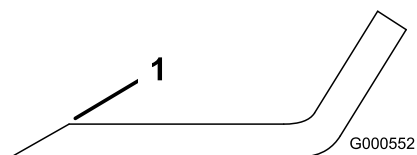

Figura 66
1. Utilize uma lima para afiar aresta de corte em ambas as extremidades da lâmina (Figura 66).
Nota: Se lâmina não estiver equilibrada, lime algum metal da extremidade da aba apenas (Figura 66).